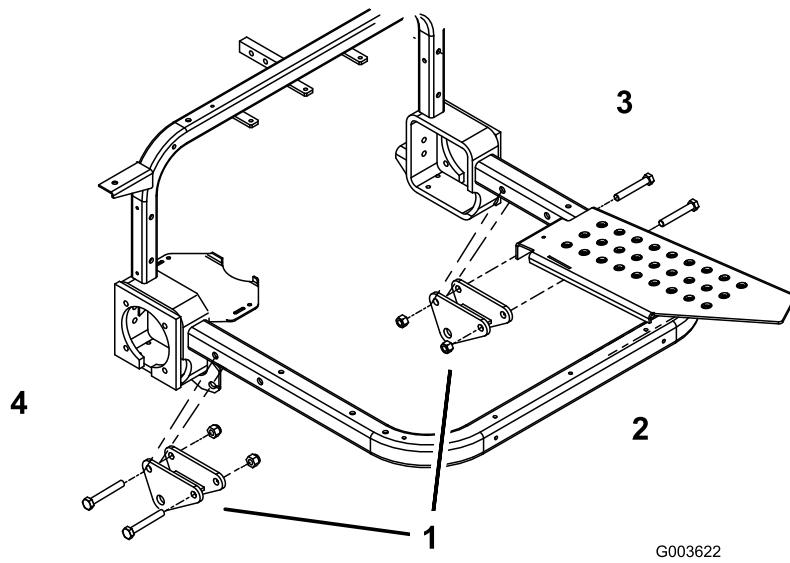

Figura 22
2. Sujete provisionalmente un conjunto de soporte de montaje a cada tubo (derecho e izquierdo) del reposapiés con 2 pernos (½" x 3½") y contratuercas (½"). Posicione los conjuntos de soporte de montaje y los pernos según se muestra en Figura 22.